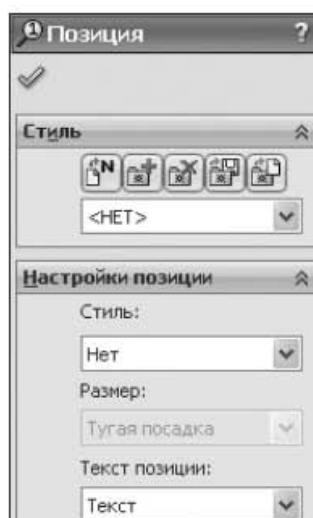

Рис. 6.11. Панель свойств команды Позиция
5. Нанесите необходимые размеры и позиции. При нанесении позиций (команда **Позиция** ) на панели свойств команды выберите в поле **Текст позиции** ▶ **Текст** (рис. 6.11).